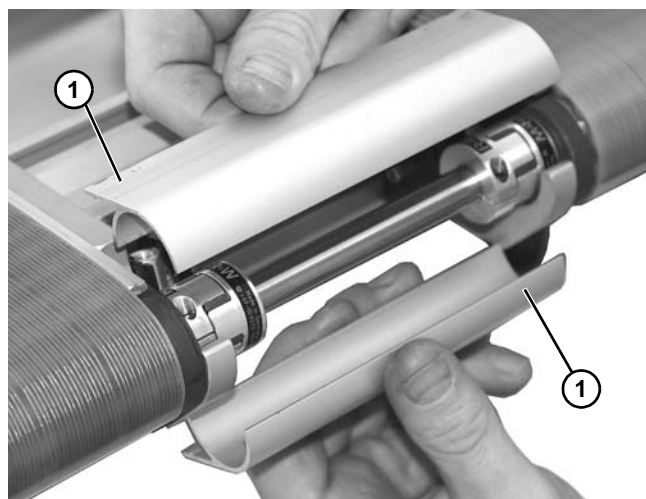

Figura 31
12. Instale el protector superior e inferior (**Figura 31, artículo 1**) sobre el eje y los acopladores de 3 mordazas.